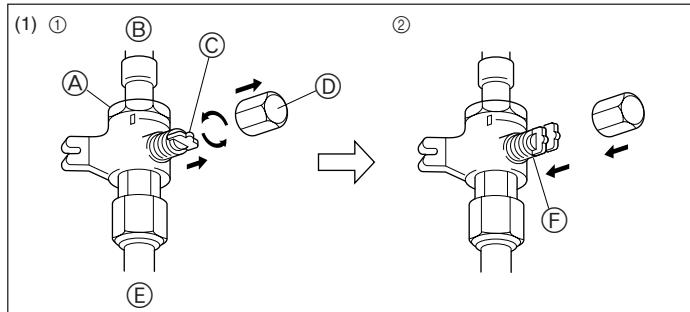
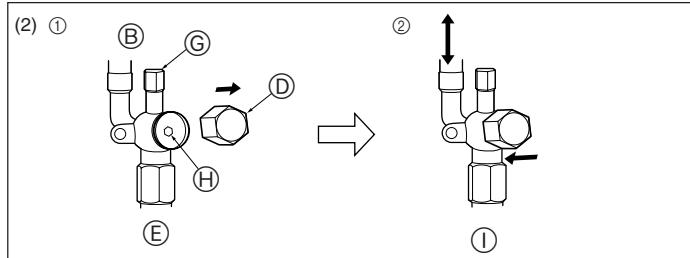

Fig. 4-5
Fig. 4-6
(1) Gassidan på RP2.5-6 (Fig. 4-5)
① Ta bort locket, dra handtaget mot dig och vrid motors 1/4 varv för att öppna.
② Kontrollera att stoppventilens är helt öppen, tryck in handtaget och skruva på locket igen.
(2) Vätskesida på RP2.5-6 och gas-/vätskesida på RP1.6, 2 (Fig. 4-6)
① Ta bort kåpan och vrid ventilstängen motsols så långt det går med en 4 mm sexkantsnyckel. Sluta när den når stoppet.